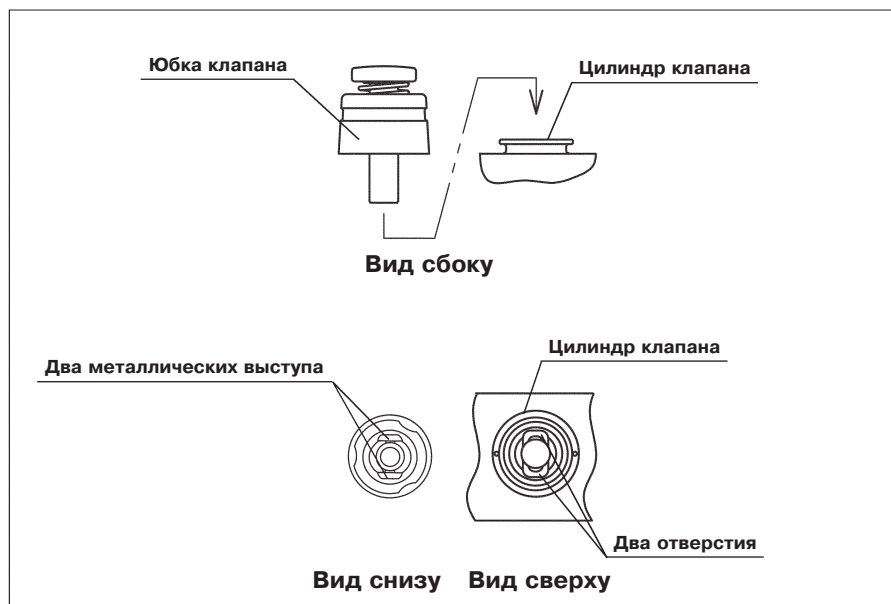

Рис. 3.15
2. Вставьте аспирационный клапан в отверстие цилиндра аспирационного клапана на эндоскопе (см. рис. 3.15 и 3.16). Убедитесь, что клапан полностью соответствует размерам цилиндра, без зазоров и вздутия юбки клапана. Также убедитесь в том, что клапан не вращается по оси.